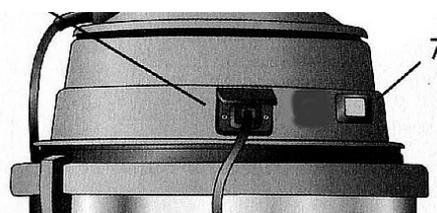

Abb. 7: Ein / Aus Schalter
Schritt 5: Stecken Sie den Stecker in die Steckdose und schalten Sie das Gerät am EIN/AUS Schalter 7 (Abb.7) ein.